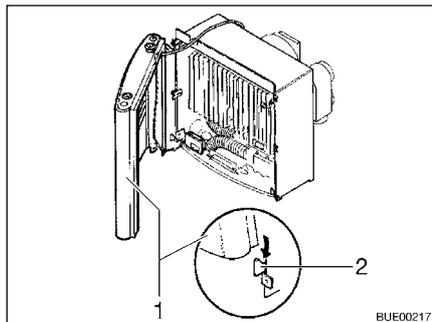

Bild 119 Heizungsverkleidung, Haltetaschen
- Heizungsverkleidung montieren. Dazu Verkleidung (Bild 119,1) auf die unteren Haltetaschen (Bild 119,2) stellen.